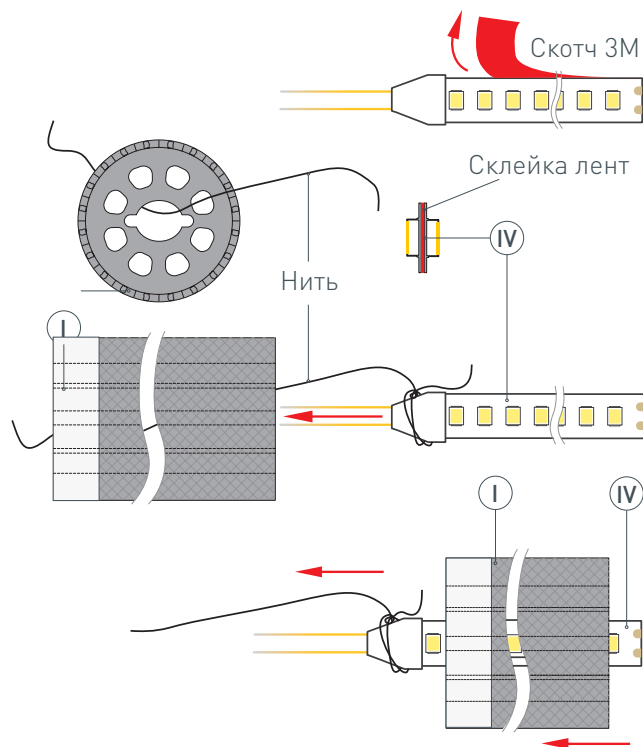

Рис. 1. Протяжка светодиодных лент (IV) в профиль (I), вид сверху
- 1 / ВАЖНО!** При необходимости разрезания профиля оберните место резки малярным скотчем, чтобы не допустить распускания оплетки. Закрепите подвесы (II) на поверхности и выведите наружу кабель от источника питания для светодиодной ленты. **ВАЖНО!** При создании из профиля фигуры с изгибами учитывайте, что длина используемой светодиодной ленты должна превышать длину профиля, необходимого для построения фигуры, — это поможет избежать заломов и отрыва кабелей питания ленты при сгибании профиля.
- 2 / ВАЖНО!** Не вытягивайте нить из профиля до монтажа светодиодной ленты в него! Установите* светодиодные ленты (IV) в профиль (I). Для этого необходимо снять защитный слой со скотчей на светодиодных лентах (IV) и склеить ленты тыльными сторонами, чтобы можно было протянуть через профиль. Затем привязать нить (находится внутри профиля) с одной стороны профиля (I) к склеенным светодиодным лентам (IV), как показано на рис. 1. Чтобы втянуть ленты в профиль, сначала аккуратно поместите кабели питания светодиодных лент (IV) внутрь профиля (I), а затем, насколько это возможно, вставьте край светодиодных лент. Аккуратно потяните за нить с другой стороны профиля (I) и тем самым протяните** светодиодную ленту (IV) в профиль (I). Отвяжите нить от светодиодной ленты. **! ЗАМЕНА ЛЕНТЫ.** Если понадобится заменить уже установленные в профиле светодиодные ленты, то необходимо проделать те же действия: привяжите нить к светодиодным лентам с одной стороны профиля, аккуратно потяните ленту с другой стороны профиля. Таким образом, нить снова окажется внутри профиля, готовая для повторного использования.